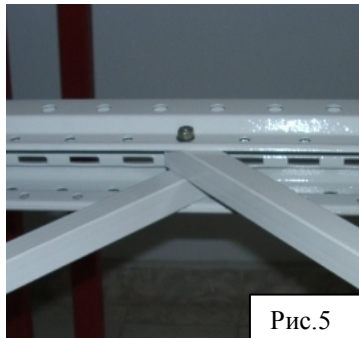

Рис.5
**Установка второго и последующего раскосов.** Возьмите второй раскос, совместите отверстие второго раскоса со свободным отверстием первого, вставьте внутрь стойки и закрепите их так же с помощью болта, гайки и шайбы (рис.5).